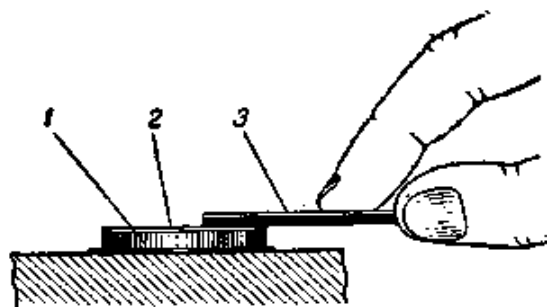

Рис. 138. Уменьшение диаметра выточки в барабане для закрепления крышки:
1) при слабо сидящей крышке сузить отверстие в барабане, т. е. выточку для крышки, для чего, слегка нажимая воронилом по периметру кромки барабана, обеспечить плотное закрывание крышки в барабане (рис. 138);